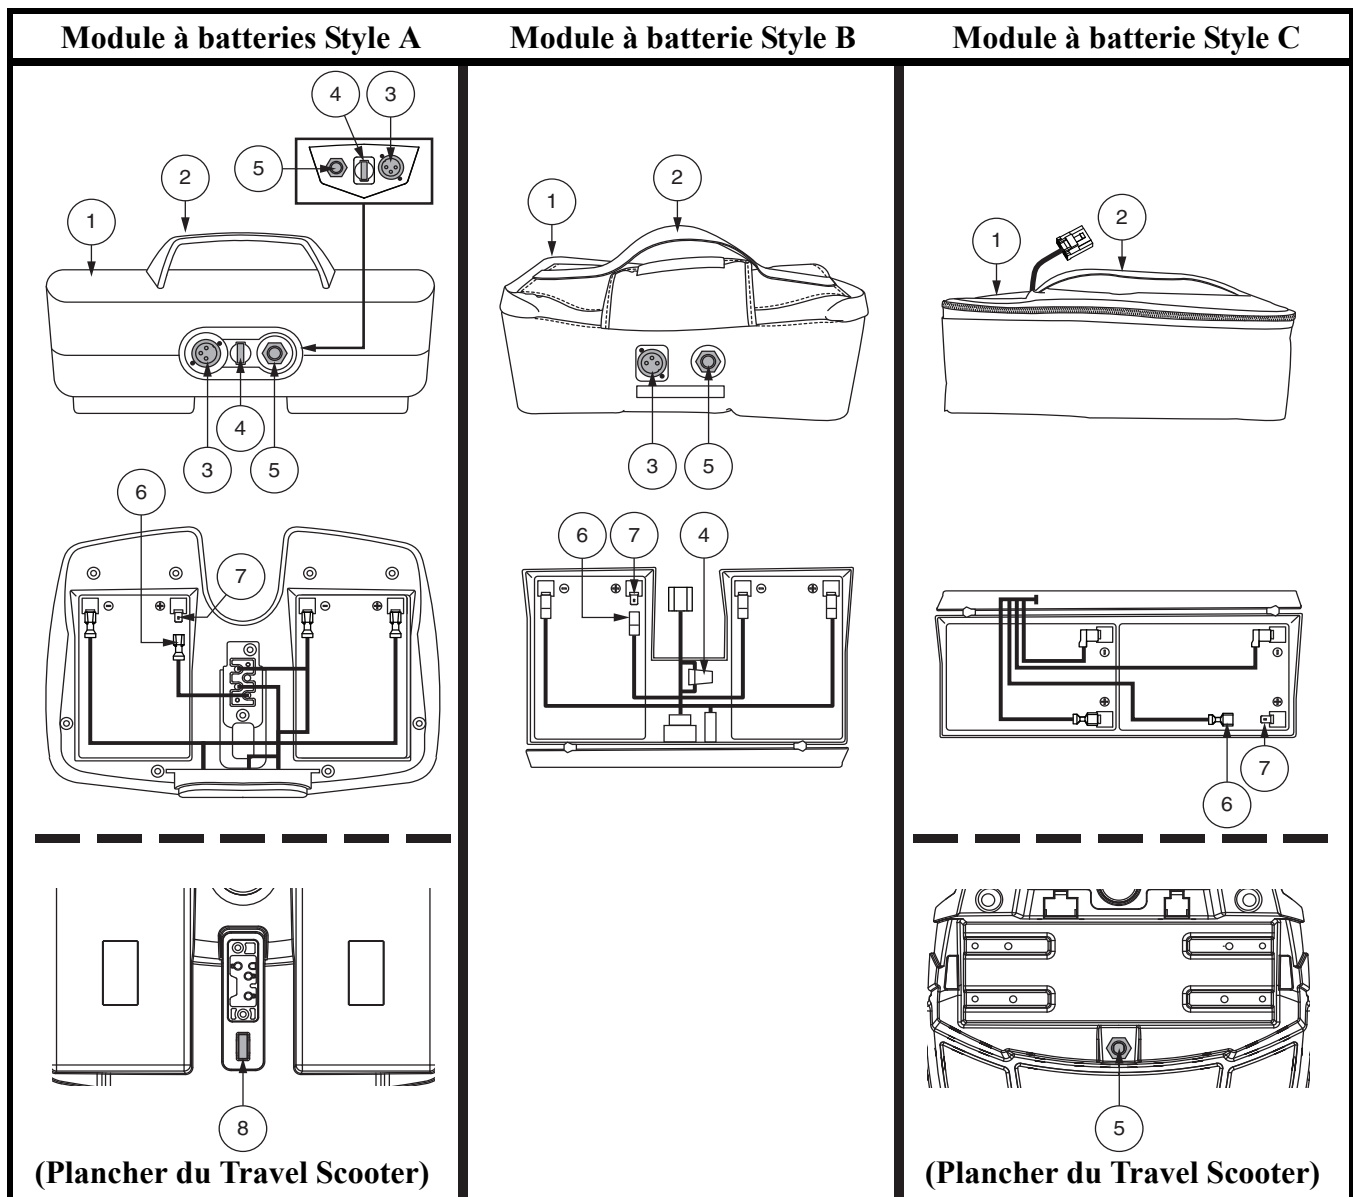

Figure 6. Module à batteries
Voir la figure 6.
Votre Travel Scooter est équipé d'un module à batterie innovateur facilement enlevable. Une poignée située sur le dessus facilite l'enlèvement du Travel Scooter d'une seule main. Le module contient deux batteries, et peut contenir le réceptacle du cordon du chargeur, le disjoncteur du circuit principal (bouton d'enclenchement) et le fusible du module. **Voir la figure 6.**
Le fusible situé sous le boîtier à batteries protège les composantes électroniques de la console. Voir la figure 6. Si la console cesse de fonctionner, vérifiez ce fusible. Voir VII. "Problèmes et solutions" pour les instructions de remplacement.
- Assurez-vous que le fusible du module à batteries est en bon état. **Voir la figure 6 ou 7.**